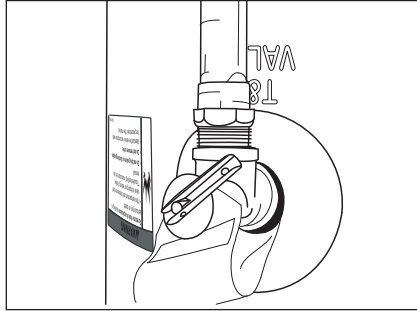

Figure 13 - Le tuyau d'écoulement de la soupape DST doit être installé correctement et se déverser dans un écoulement approprié.
- 2 Le tuyau d'écoulement doit résister à une température de 121 °C (250 °F) sans déformation. Utiliser uniquement un tuyau en cuivre ou en CPVC. La majorité des domiciles ont des tuyaux d'eau en cuivre, mais ils peuvent aussi être en CPVC ou en polyéthylène réticulé (PEX). Utiliser les raccords qui conviennent pour le type de tuyau du domicile. N'utiliser aucun autre type de tuyau, tel que PVC, fer, flexible en plastique ou boyau (Figure 13).